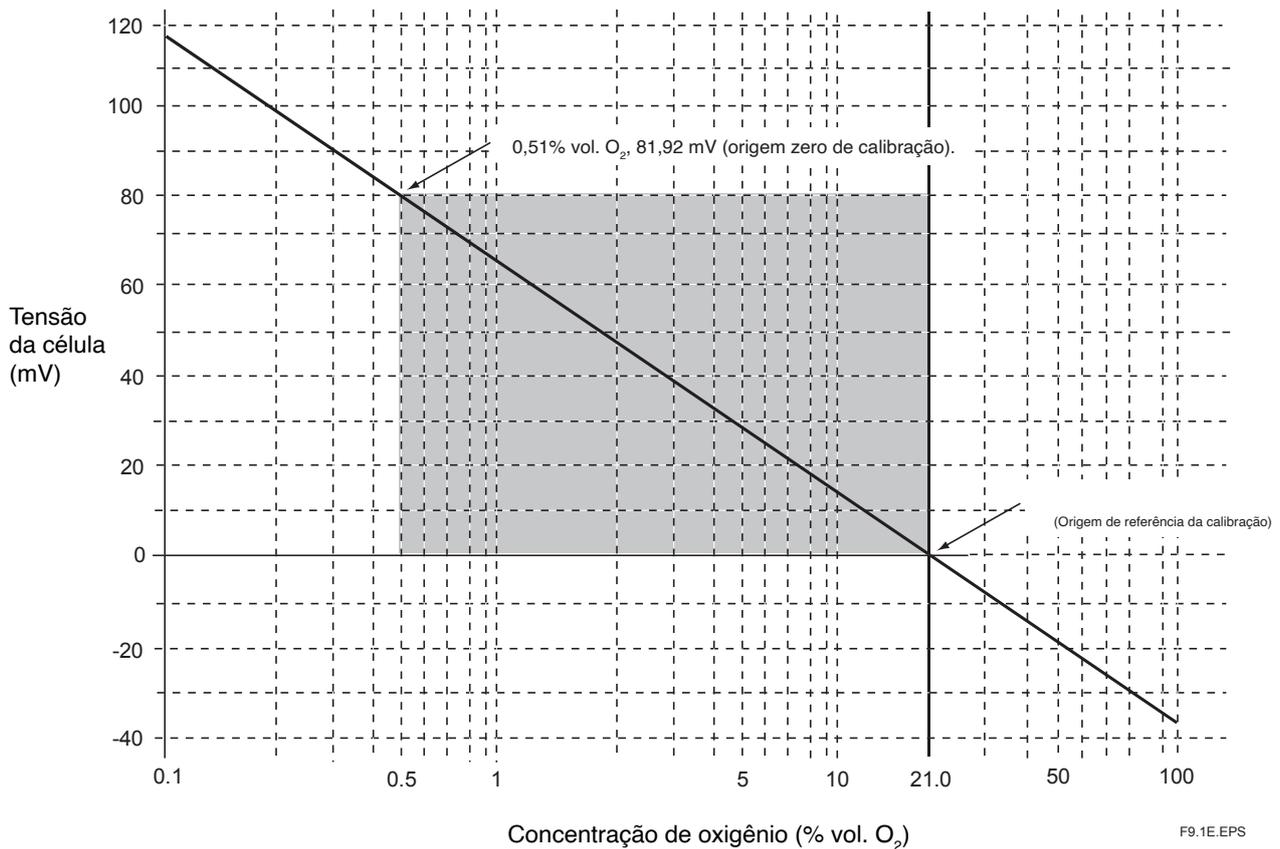

Figura 9.1 Concentração de oxigênio em gás de amostra x tensão da célula (equivalente a 21% vol. O₂)
Com este analisador, o sensor (elemento de zircônia) é aquecido até 750 °C, portanto a Equação (2) é válida. Nesse ponto, a relação como na Figura 9.1 é efetuada entre a concentração de oxigênio do gás de amostra em contato com o eletrodo positivo e a força eletromotriz do sensor (célula), onde um gás de comparação de ar é usado no lado do eletrodo negativo.